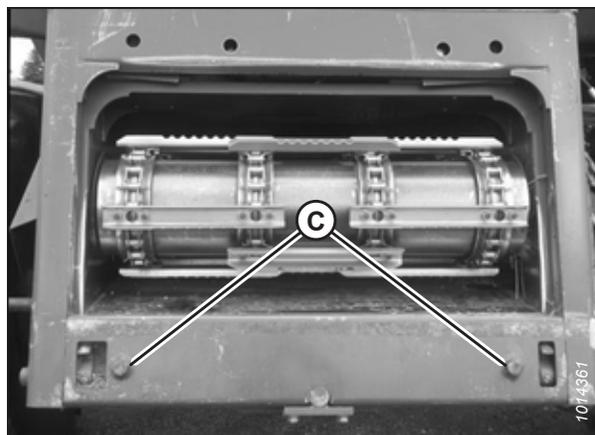

Figure 3.53: Goupilles d'alignement AGCO Group
- Rapprochez lentement la plateforme jusqu'à ce que le convoyeur soit directement sous la traverse supérieure (A) du module de flottement. Assurez-vous que les chevilles d'alignement (C) (voir la figure 3.53, page 68) du convoyeur sont alignées avec les trous (B) dans le châssis du module de flottement.